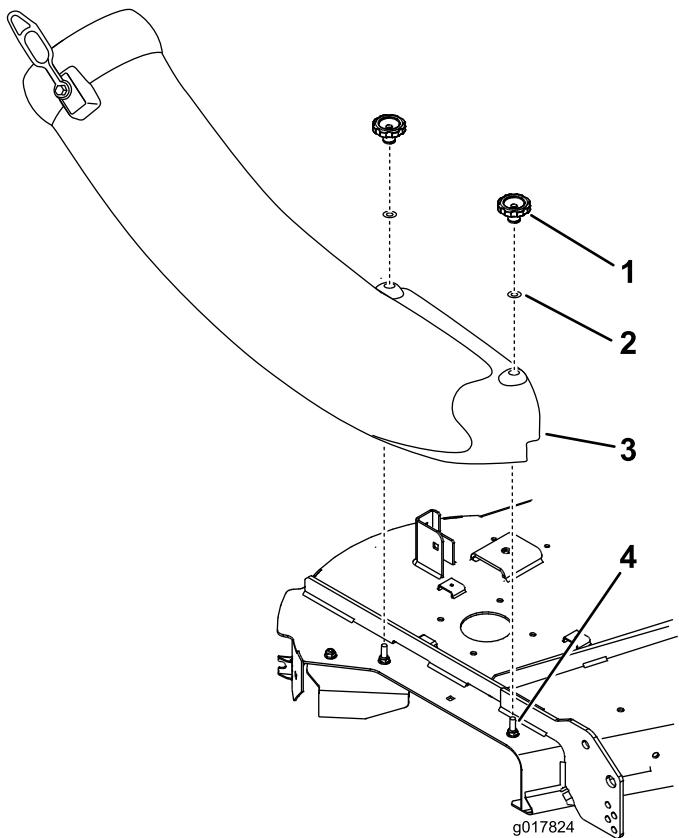

Figura 21
5. Alinee los orificios del conducto y Monte el conducto sobre los pernos. Sujete el conducto a la carcasa de corte con los dos pomos y las arandelas planas (5/16 pulgada) (Figura 21).